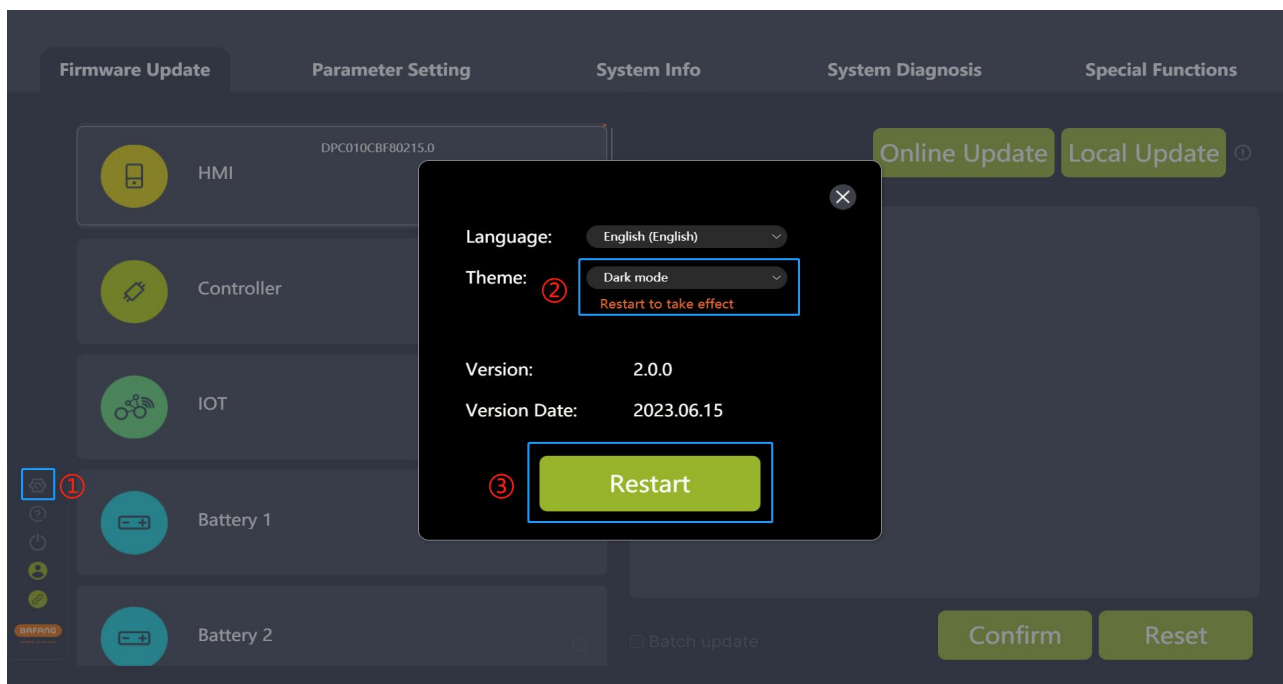

图 9-4 主题
- (1) 选择“设置”图标；
- (2) 在主题下拉列表选择所需主题（如图 9-4）；
- (3) 点击“重启”后自动重启软件，所选主题生效；
- (4) 提示：MAC 版本需点击“关闭”后手动启动软件，所选主题生效。